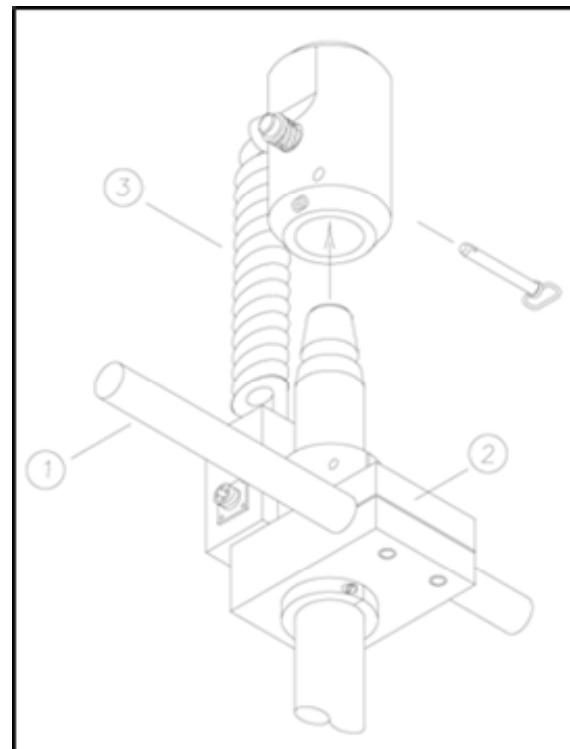

Abbildung 5
Befestigen Sie den AMP-Stecker am schweren schwarzen Spiralkabel am AMP-Stecker an der Linearstangenkupplung. (3) (Abbildung 5)